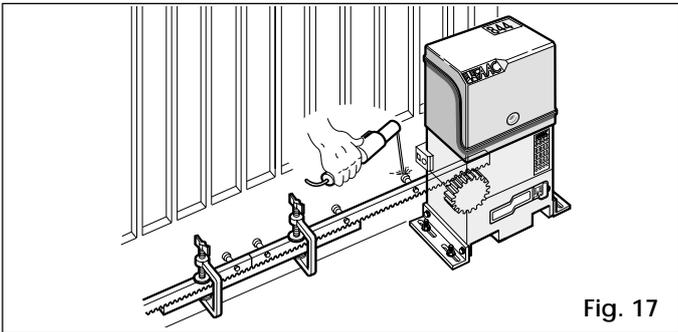

Fig. 17
- 5) Acercar otro elemento de cremallera al anterior, utilizando un trozo de cremallera para poner en fase el dentado de ambos tramos (Fig. 17).